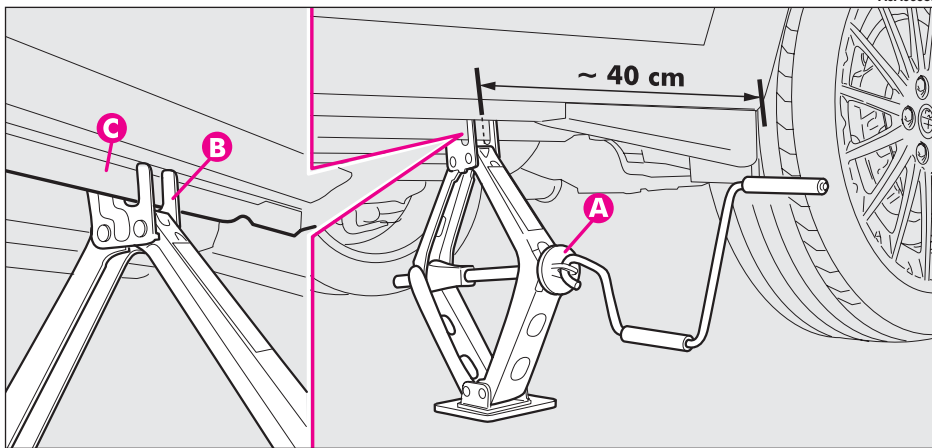

fig. 6
– Azionare il dispositivo (**A-fig. 6**), in modo da distendere il cric, sin quando la scanalatura (**B**) sulla parte superiore del cric, si inserisce correttamente sul profilo inferiore della scocca (**C**) a circa 40 cm dal profilo del passaruota.